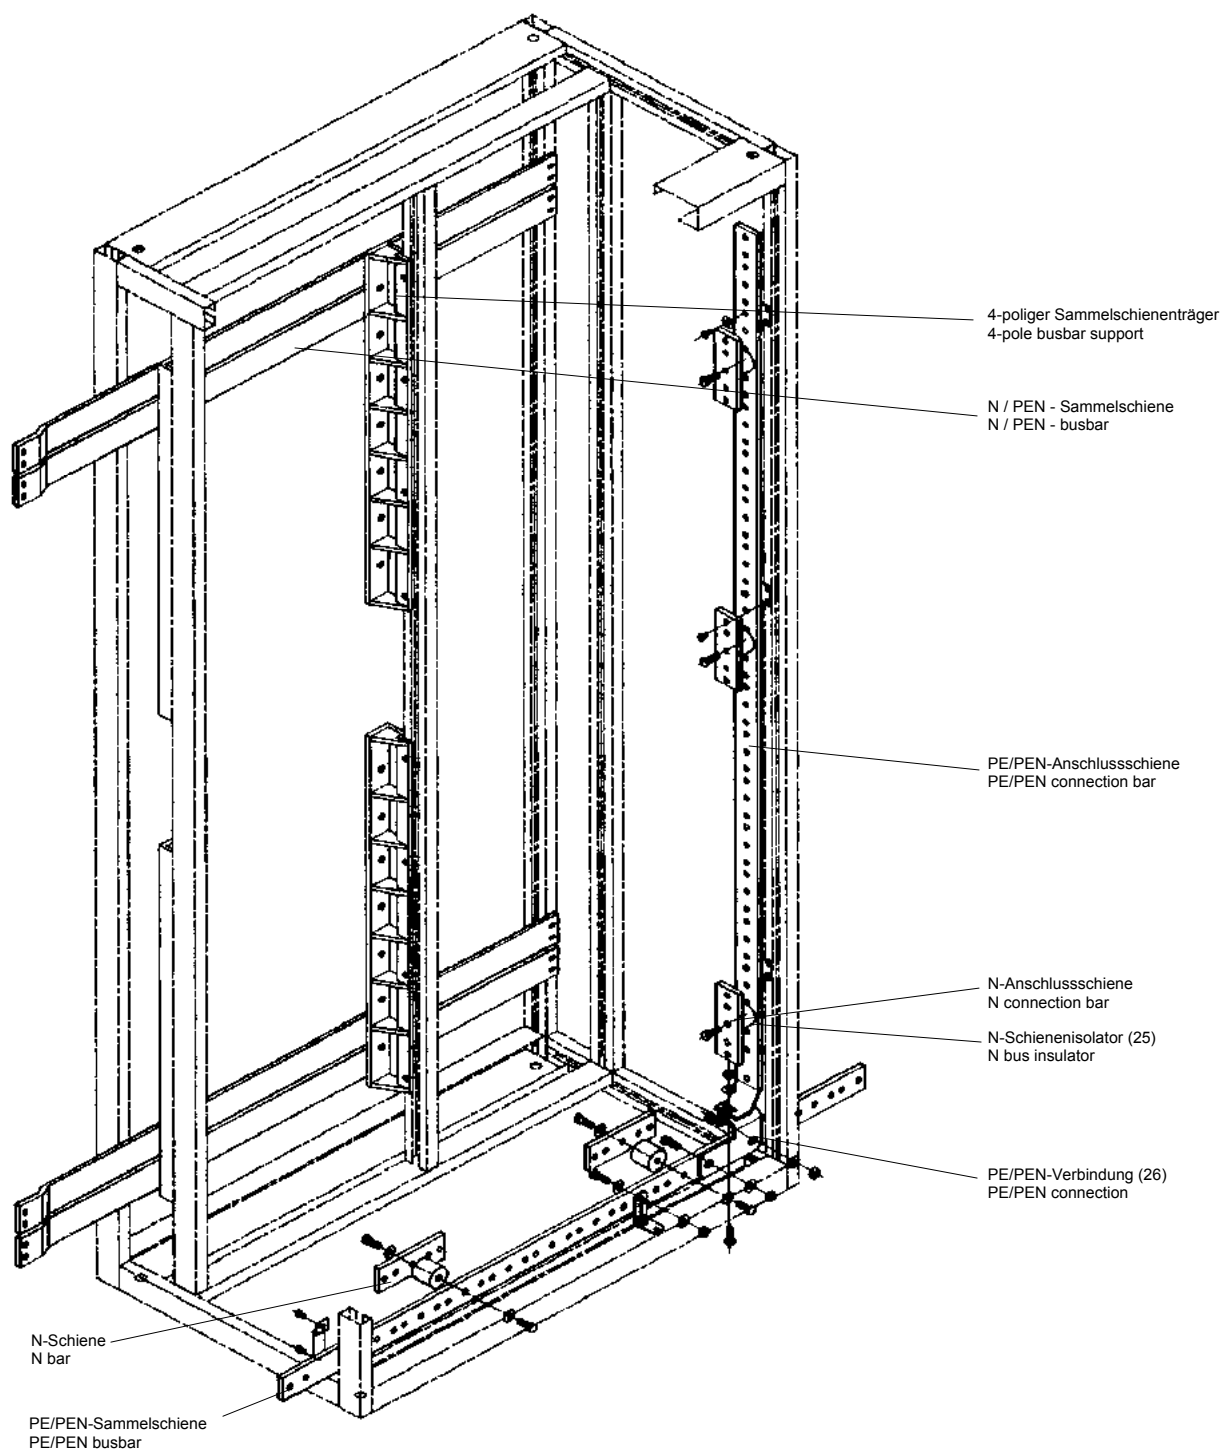

Abb. 4 / Fig. 4
- Schutz- und Neutralleiterschienen (PE+N/PEN) (siehe Abb. 4).
- protective and neutral conductor bars (PE+N/PEN) (see fig. 4).